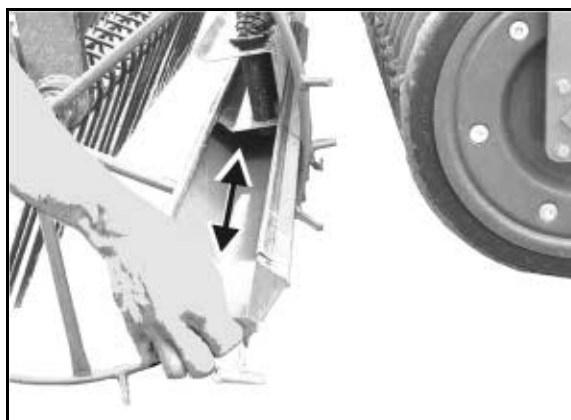

Fig. 36
2. Afdraaigoten links en rechts uit de zaadgeleidebalk trekken onder de zaadgeleidebalk (Fig. 36).